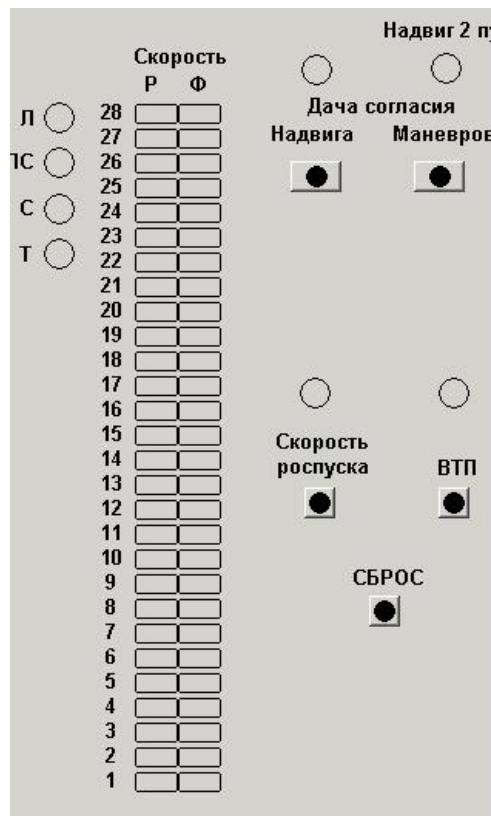

Рисунок 16
- кнопка «ВТП» двухпозиционная без фиксации. Служит при нажатии для подключения указателя скорости «Vф и Vр» к устройствам ВТП (рисунок 16);
- кнопка «Скорость роспуска» двухпозиционная без фиксации. Служит при нажатии для подключения указателя Vф к радиолокационным измерителям, фиксирующим скорость роспуска (рисунок 16);
- кнопка «Сброс» двухпозиционная без фиксации. Служит при нажатии для отключения указателя «Vф и Vр» от устройств вывода значений скорости (рисунок 16);
2.2.5. Указатель  $V_f$  и  $V_p$  служит для индикации фактической и расчетной скоростей выхода отцепа с ВТП или скорости роспуска. Индикация скорости производится в км/ч. Нормальное положение указателя – включенное кнопкой «ВТП» (рисунок 16).